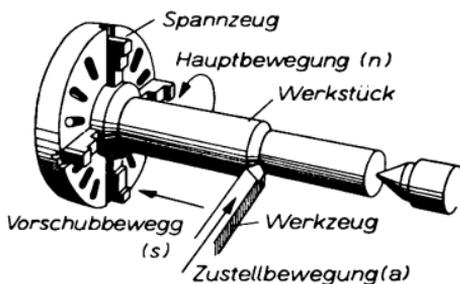

Bild 1 Bewegungsvorgänge beim Langdrehen
**Aufgaben:** 1. Fertigen Sie eine Skizze ähnlich Bild 1, aus der die Bewegungen beim Planen ersichtlich sind!